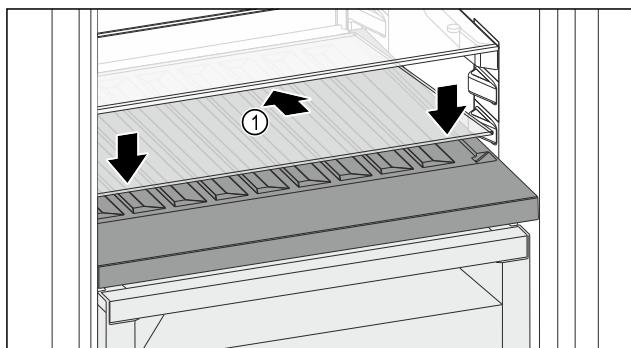

Fig. 125
- Steklo ploščo Fig. 125 (1) namestite postrani, nagnjeno spodaj nazaj.
- Steklo ploščo Fig. 125 (1) spustite spredaj.